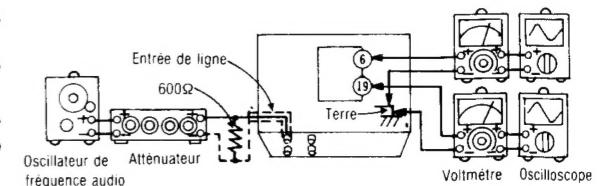

Fig. 9
1. Le raccordement de l'équipement d'essai est montré à la Fig. 9.
3. Régler avec l'atténuateur de telle sorte que la puissance de sortie entre la borne ⑥ (canal de gauche) [borne ⑯ (canal de droite)] de IC403 et la masse soit de 12,3mV.